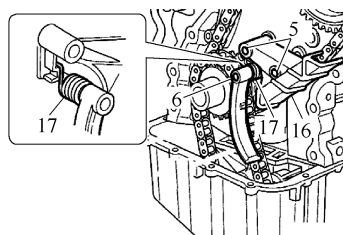

图 10-32 机油泵链单元安装次序
8) 安装导轨 16。把弹簧 17 附装到导轨和张紧杆上, 并将这些组装部件放到承载轴销 5、6 上, 如图 10-32 所示。